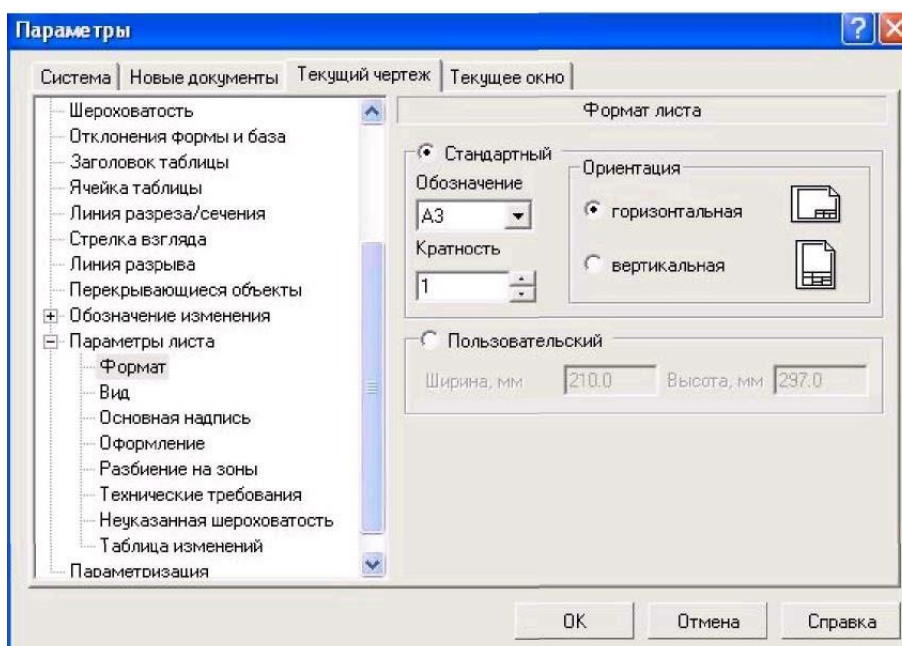

Рис. 1.13. - Диалоговое окно Параметры
2) в появившемся диалоговом окне «**Параметры**» выбрать строку **Па рамет-ры листа**, а затем строку **Формат** (рис. 1.13);